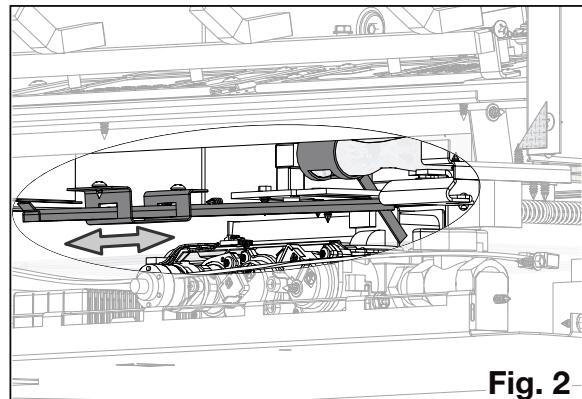

Fig. 2
3. Faites glisser vers l'avant pour fermer l'obturateur d'air et vers l'arrière pour l'ouvrir (**Fig. 2**).